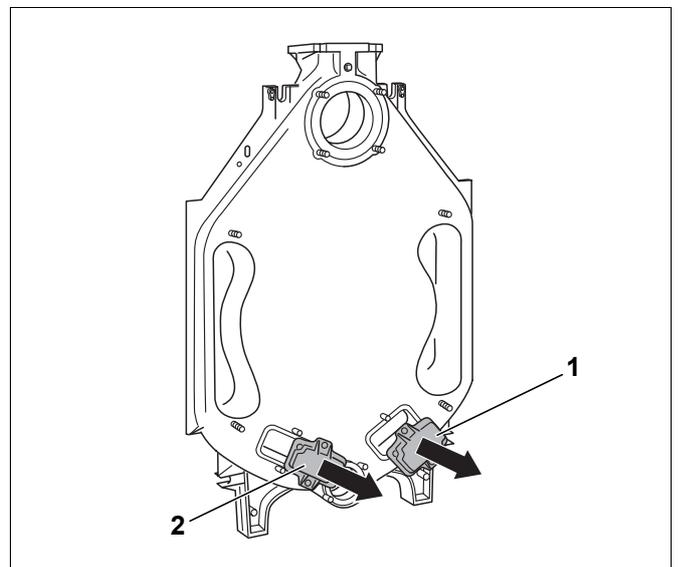

Bild 10 Reinigungsdeckel demontieren
- ▶ Reinigungsdeckel am Hinterglied abschrauben (Bild 10, **Pos. 1 und 2**).